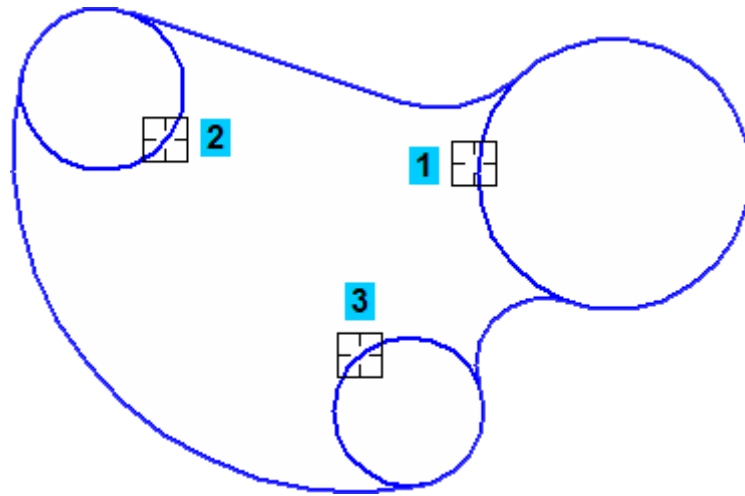

Рисунок 13.
- Укажите курсором лишние участки окружностей (рис. 13).